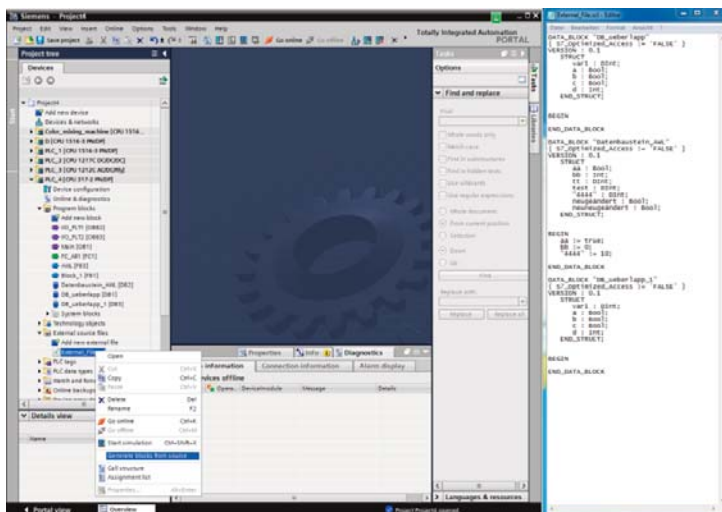

Bild 2: Bereits vorhandene Programmteile können weiterverwendet werden, hier aus einer SCL-Quelle.
- In AWL und SCL erstellte Teile eines Projekts lassen sich auch selektiv als Quellen (Bild 2) in das TIA Portal im- und exportieren. So können auch einzelne Funktionen einfach übertragen werden. Das darin enthaltene spezifische Know-how bleibt weiter nutzbar.